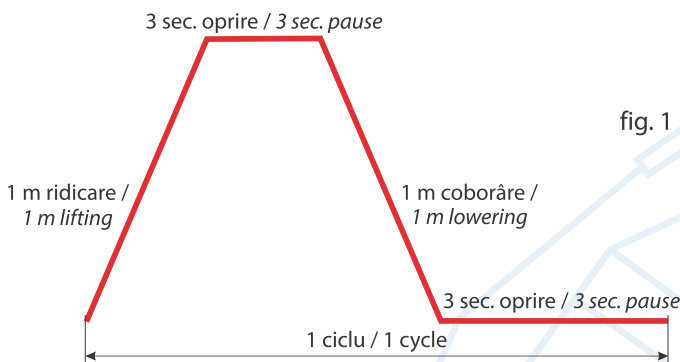

fig. 1
**Randamentul pentru o perioadă scurtă de timp** indică perioada în care palanul poate fi operat continuu, la capacitatea sa estimată, la ciclul prezentat mai jos, presupunând că operațiunea a continuat pentru o scurtă perioadă de timp (fig. 1).
This rating indicates how long the hoist can be operated continuously at its rated capacity as shown in the cycle below, assuming continuous operation for a short time span (fig. 1).